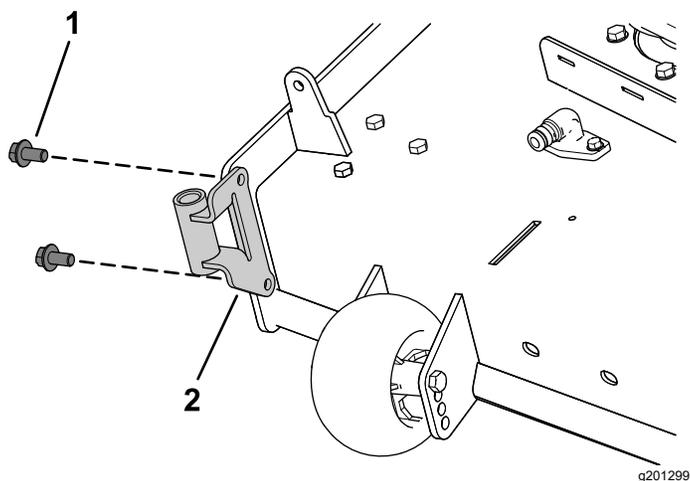

Figura 7
1. Instale o suporte do soprador na plataforma do cortador utilizando 2 parafusos de cabeça de sextavada ($\frac{3}{8} \times \frac{3}{4}$ pol.) como se mostra na Figura 7.